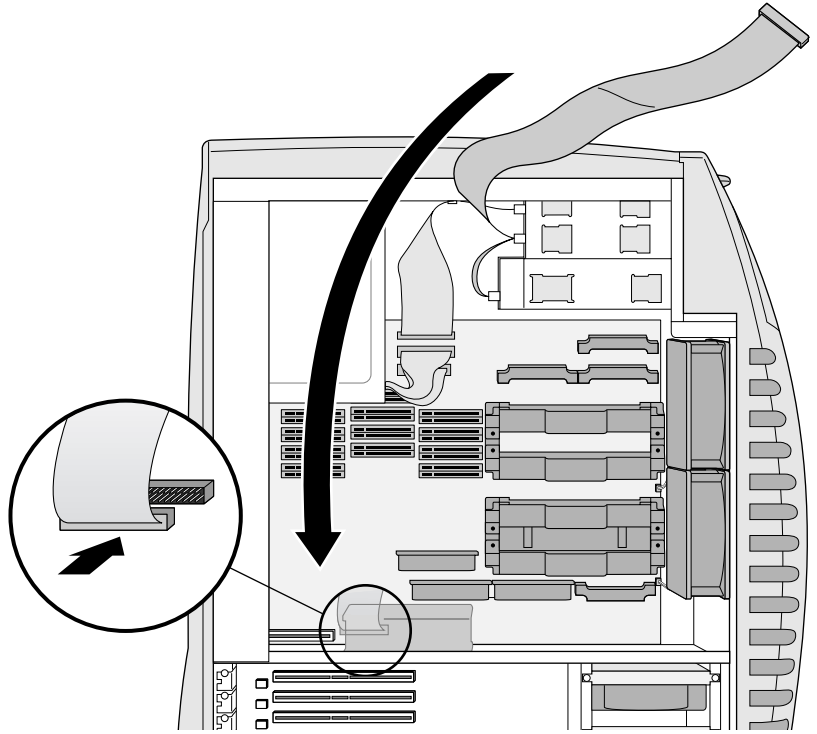

図 3-6 IDE ケーブルの接続
- IDE ケーブルをシステムボードに戻します。ケーブルコネクタは、正しい方向以外には挿入できない形になっています。ケーブルの赤くなっている端 (1 ピン) が左側になります (図 3-6)。通気を確保するために、取り外した時と同じ向きにケーブルを差し込んでください。